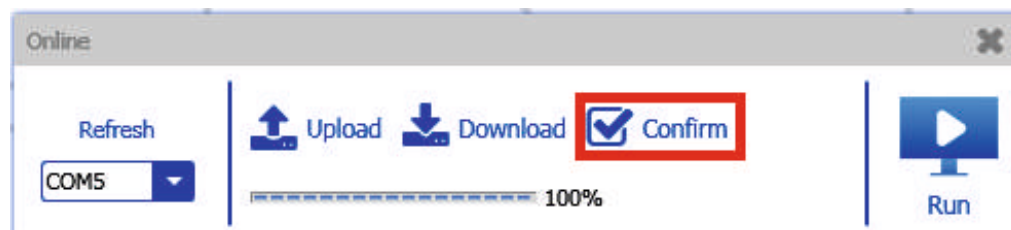

Рис. 13
- Для сохранения проекта в основной памяти нажмите кнопку «Confirm» (Рис. 13).